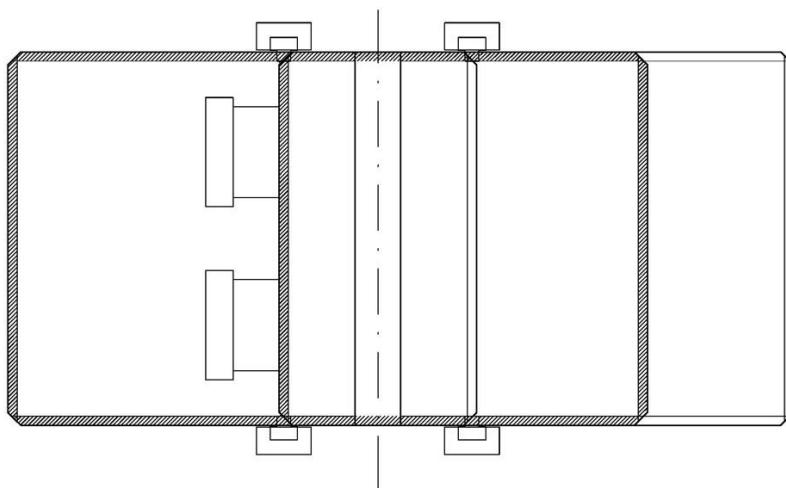

рисунок 30 Герметизация раствором (сушилка серии FR)
- После того, как сборка была закончена, загерметизировать пространство между стенками и поверхностью фундамента и внутри, пространство между поверхностью фундамента и стеной, на которой крепится вентилятор, используя раствор (рис. 30).